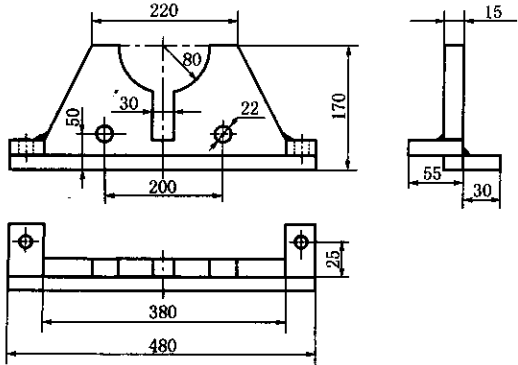
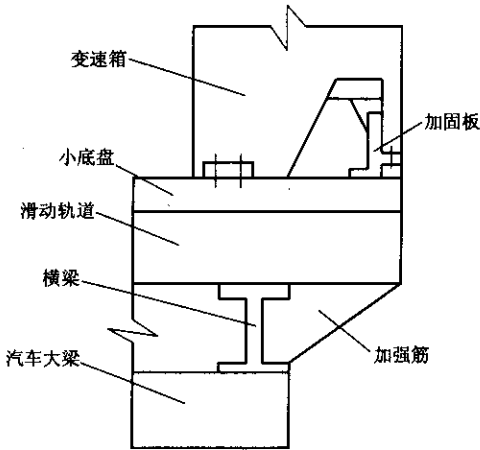

图 1 加固板示意图
图 2 加固板安装位置示意图
(2)加固。由于原来的强度不够 ,焊接后更是薄弱环节 ,所以必须加固。加固应在支架内侧进行。加固方法是 :用厚度 15 mm 的 20 号以上钢板 ,制作成如图 1 形状 ,称为加固板(图中尺寸仅供参考 ,精确尺寸可根据具体情况确定)。按照回转器上的紧固螺孔直径和位置在加固板相应位置上打孔 ,用螺丝将加固板固定在变速箱壳体上 ,然后把加固板焊接在变速箱上 ,安装位置如图 2 所示。需要注意的是 :加固板应与变速箱壳体及支架均匀接触 ,紧密贴合 ,否则应进行修磨或调整 ,防止产生安装应力 ;加固板与变速箱的接触缝均应焊接 ,最好能适当保温 ,逐渐冷却。
滑动轨道为工字钢结构。当钻机处于工作位置时 ,常使滑动轨道悬臂部分下挠 ,原设计在此悬臂位置没有采取加强或支护措施 ,是一个较突出的薄弱环节。解决的办法是 :在两根滑动轨道悬臂部分的下面各增设一块三角形加强筋(厚度 15 mm、直角边长为 270 mm × 120 mm) ,用焊接的方法固定上去 (见图 2)。